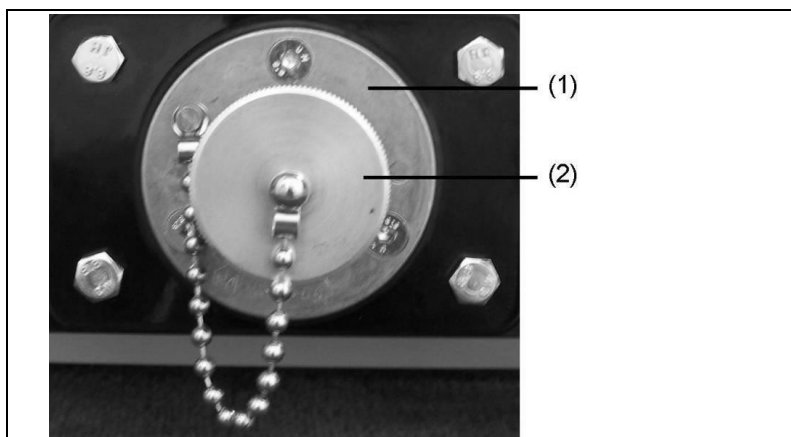

Fig. 5-7: Prise de raccordement 12V conforme à la norme DIN 14690
1. Dévissez le cache de protection (Fig. 5-7-(2)) de la prise (Fig. 5-7-(1)) dans le sens inverse des aiguilles d'une montre.
6. Vissez le cache de protection (Fig. 5-7-(2)) de la prise 12V en tournant dans le sens des aiguilles d'une montre.
La prise 12V conforme à la norme DIN 14690 (voir Fig. 5-7) permet non seulement de maintenir la charge mais elle offre également la possibilité de faire fonctionner des accessoires alimentés en 12V DC.